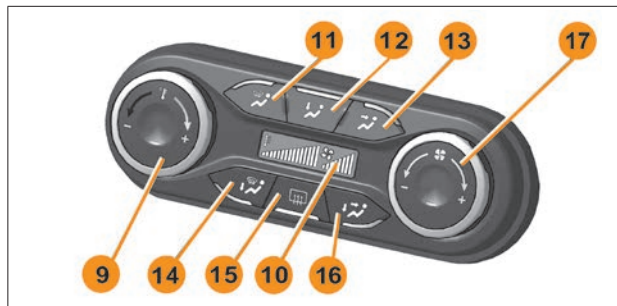

Рис. 4. Блок управления системой вентиляции и отопления
- 9 – левый поворотный переключатель (управление температурой подаваемого воздуха), см. рис. 4, 5, 6. Поворот вправо – теплее, влево – прохладнее.
11 – кнопочный переключатель режима обогрева (обдува) ветрового и боковых стекол, (рис. 4, 5);
12 – кнопочный переключатель режима обогрева ног (рис. 4, 5);